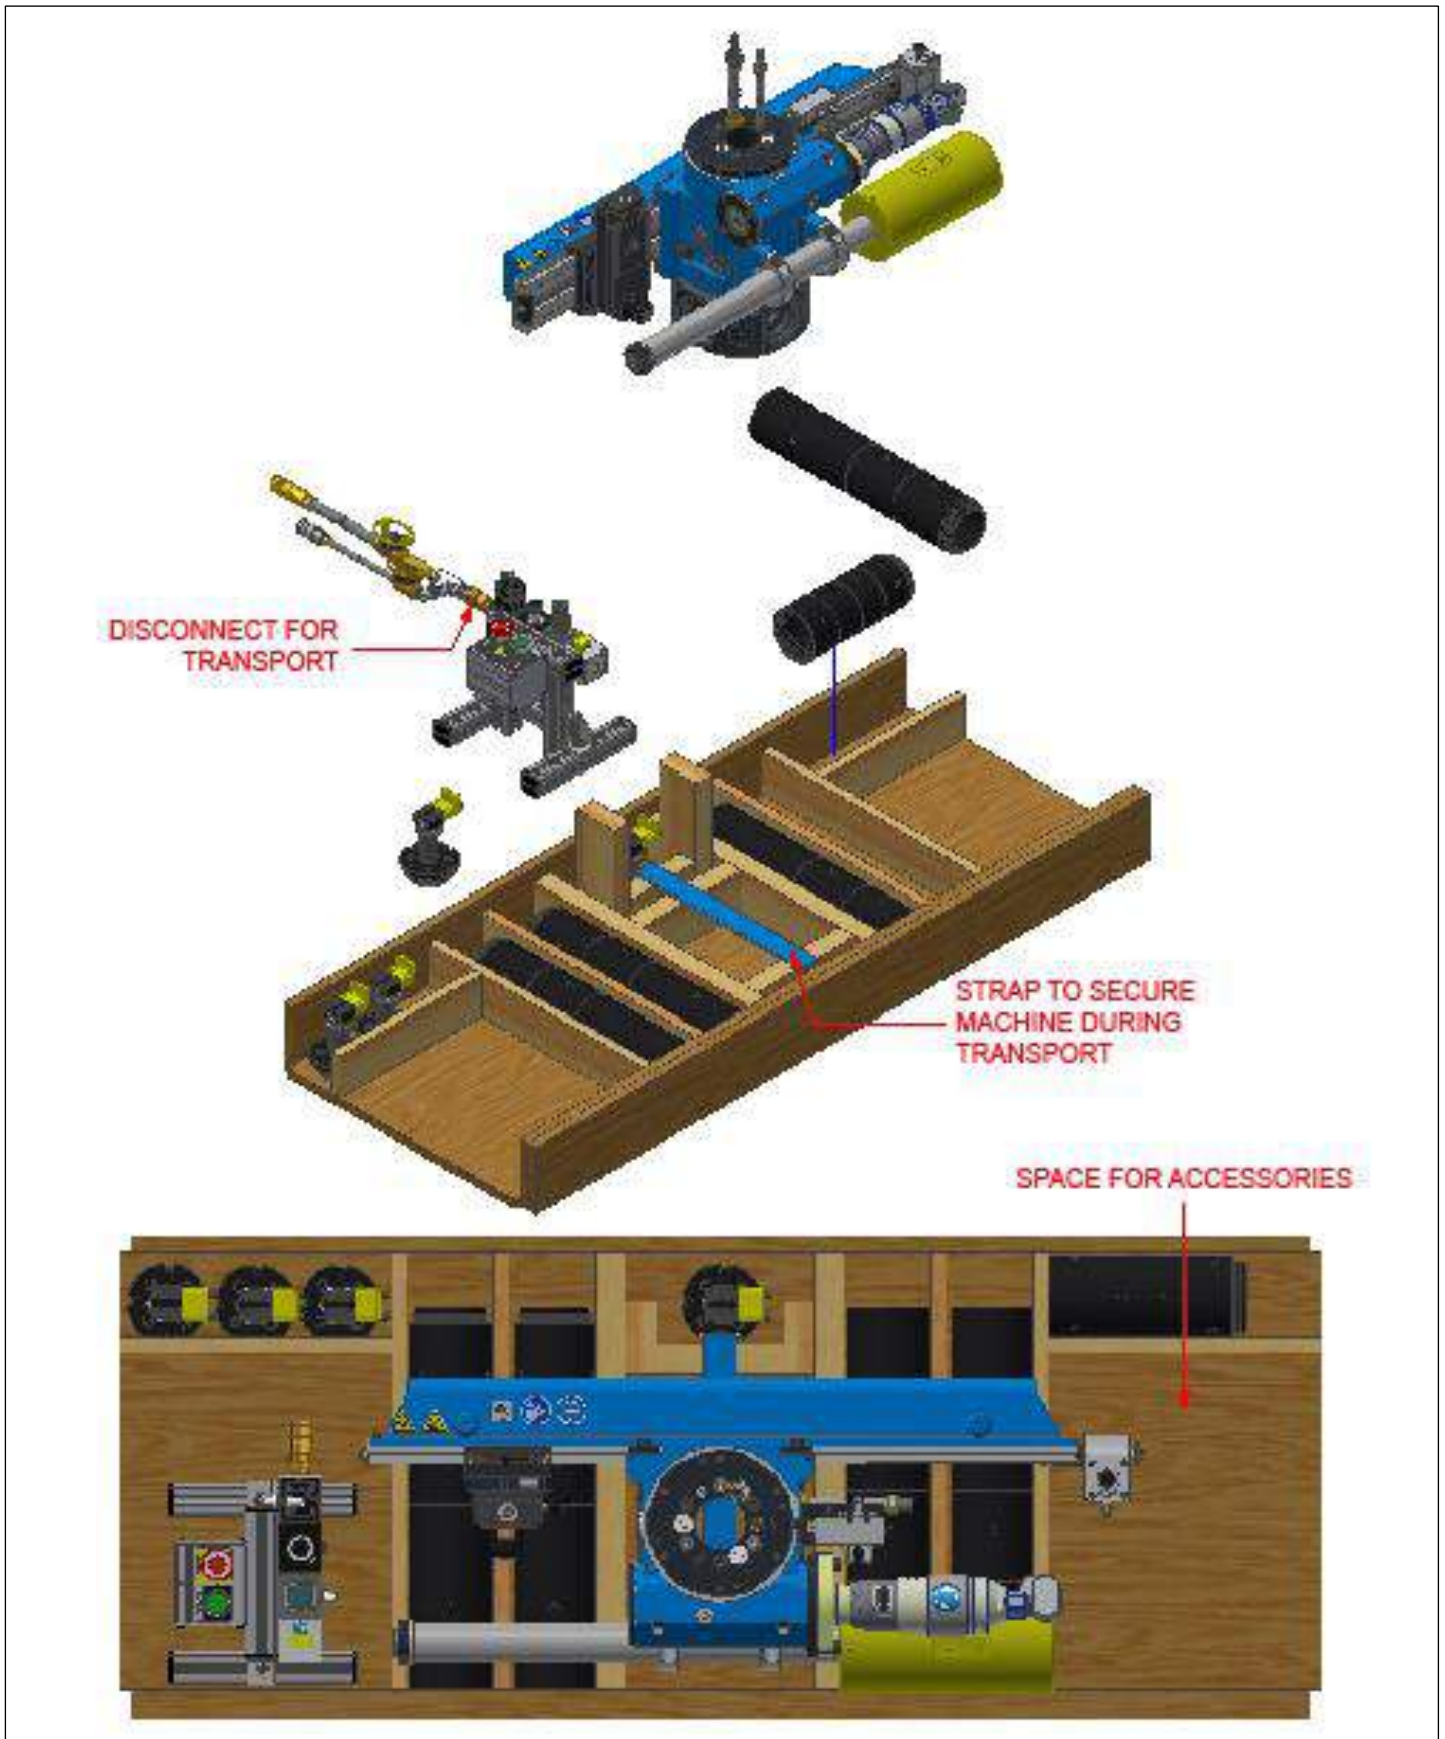

Abbildung 6-1. Packen der FF6300 mit Innenspannung
3. Packen Sie die Maschine wie in Abbildung 6-1 oder 6-2 gezeigt in ihrem Transportbehälter.
2. Packen Sie die Maschine wie in Abbildung 6-1 oder 6-2 gezeigt in ihrem Transportbehälter.
Packen Sie die Maschine wie in Abbildung 6-1 oder 6-2 gezeigt.